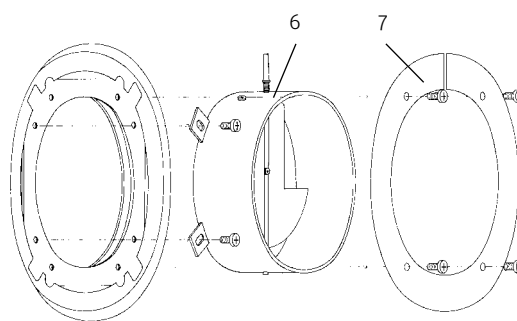

Fig. 24 Montage de la tubulure de gaz de fumées – VestoWIN Premium 200/202
- Visser la tubulure de gaz de fumées [6], fournie dans le compartiment de remplissage, à l'aide de 4 vis. Un cordon d'étanchéité n'est pas nécessaire au niveau de la tubulure de gaz de fumées. La bague terminale [7] – accessoire : VESTO 009 – peut être commandée et montée ultérieurement si nécessaire – Fig. 24.